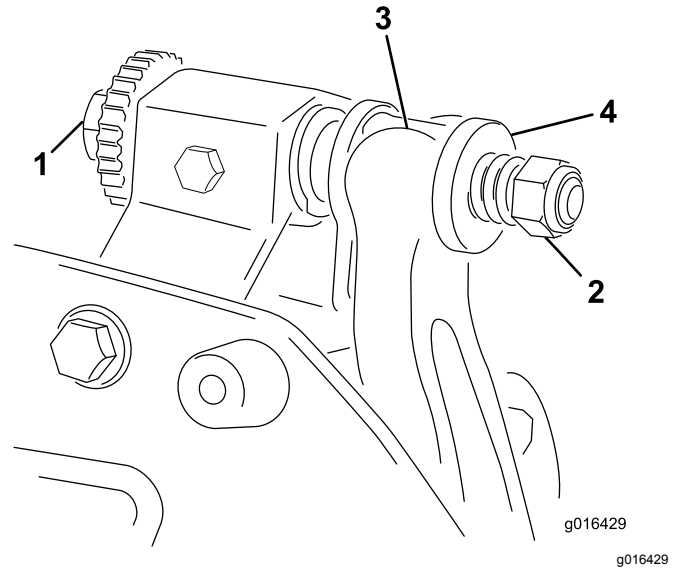

图20
1. 逆时针旋转底刀架调节螺丝将底刀后撤离滚刀 **图20**。
2. 退出弹簧加压螺母直到垫圈不再对底刀架 **图20** 施压。
1. 安装底刀架将安装吊耳固定在垫圈与底刀架调节螺丝之间图20。